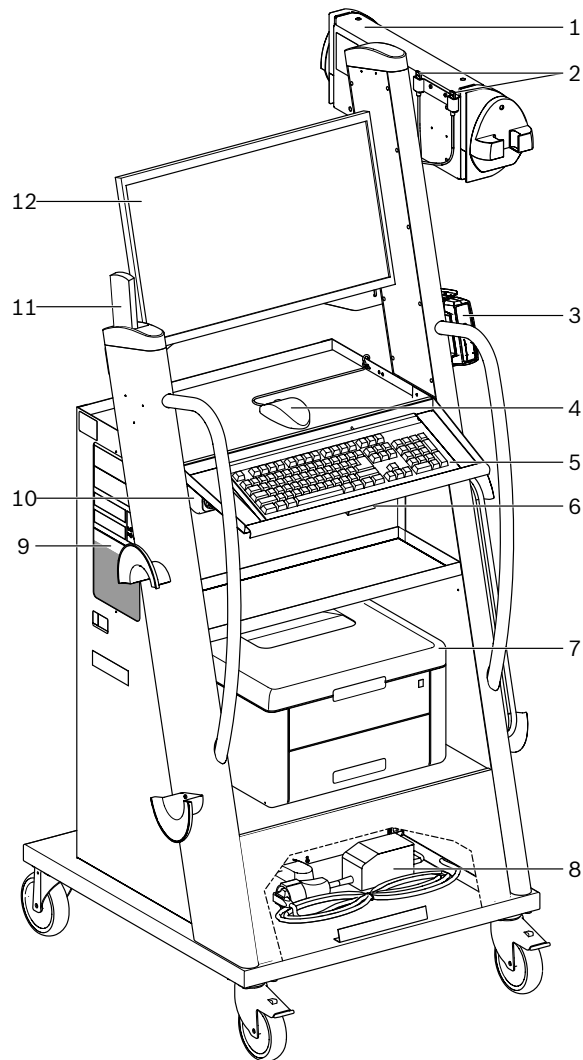
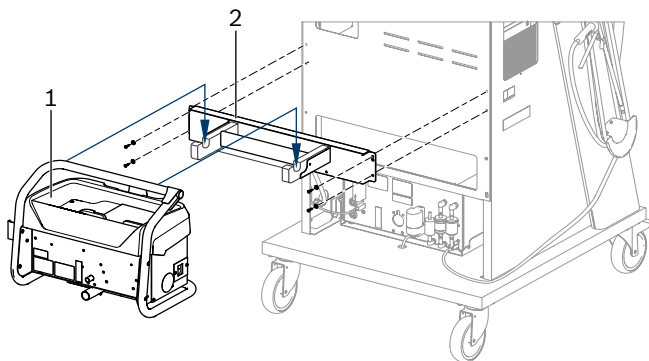

Fig. 1: Lato anteriore FSA 740
Fig. 4: Montaggio del supporto
2. Montare il supporto per BEA 070 (fig. 4, pos. 2) al carrello.
3. Agganciare il BEA 070 (fig. 4, pos. 1) nel supporto e, se lo si desidera, inserire il cavo di allacciamento USB su BEA 070 e sulla porta USB sulla parte anteriore del PC (fig. 1, pos. 9).
4. Collegare il cavo di alimentazione al BEA 070 e alla presa multipla del carrello (fig. 1, pos. 10).
7. Rimuovere i fermi per il trasporto applicati alla stampante laser seguendo le istruzioni allegate. Posizionare la stampante laser (fig. 1, pos. 7) nel carrello e collegarla. Il cavo di alimentazione e il cavo USB devono essere già pronti al collegamento sul carrello.
Accendere o spegnere con l'interruttore principale centrale sul lato anteriore dell'apparecchio (vedere fig. 1, pos. 10) FSA 740.